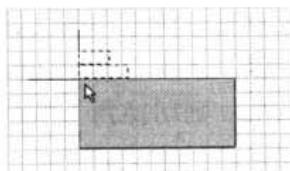

图 6-8 放置方块电路图
- (3) 打开顶层电路及电路绘制工具栏：双击 Test.Ppj 文件使其打开，再单击电路绘制工具栏切换按钮 ，使电路绘制工具栏处于打开状态。如果电路绘制工具栏已经是处于打开状态，则不用执行该操作。
- (4) 绘制 CPU 模块的方块电路图：执行菜单命令 Place|Sheet Symbol 或用鼠标单击电路绘制工具栏按钮 ，光标变成十字形状，处于浮动方块电路图的左上角，如图 6-8 所示，移动鼠标，浮动方块电路图也随着移动。